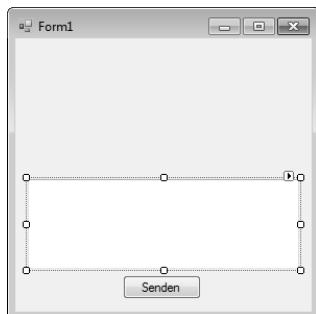

Abb. 5.34: Größe und Position der TextBox anpassen
- Markieren Sie die TextBox und ändern Sie die Größe und Position ähnlich wie in Abb. 5.34 dargestellt. Die Größe der TextBox können Sie durch Ziehen mit der Maus an den weißen Kugelchen erreichen. Alternativ kann die Größe auch im Fenster *Eigenschaften* geändert werden.